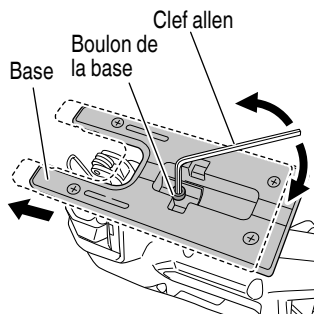

Fig. 25
- (1) Desserrer le boulon de la base avec la clé allen fixée à la base. (Fig. 25)
- (2) Déplacer la base à fond vers l'avant, puis resserrer le boulon de la base. (Fig. 25)
- (3) Régler la position orbitale sur "0".
- (1) Desserrer le boulon de la base avec la clé allen hexagonale fixée à la base. (Fig. 25)
- (3) Resserrer le boulon de la base. (Fig. 25)
- (4) Régler la position orbitale sur "0" - "III".